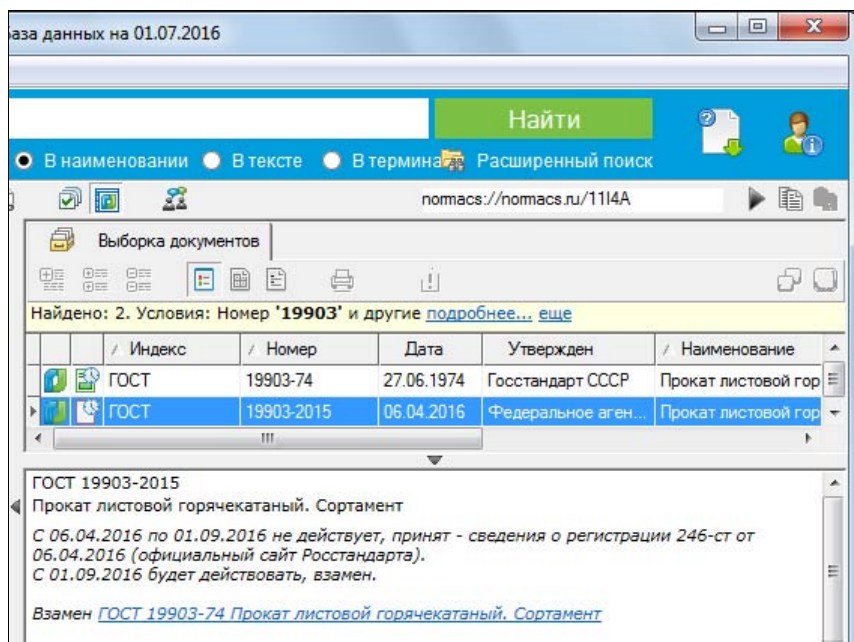

Рис. 6.23. Результат быстрого поиска
В верхнем поле вводится искомый текст, а в меню **Найти** выбирается диапазон: **Искать в наименовании** или **Искать в тексте**. После этого нажатие кнопки  загружает окно клиента NormACS и выводит в него результат поиска (рис. 6.23).
- ◆ Вставка ссылки, предварительно скопированной в буфер обмена (см. рис. 6.23 и 6.21).